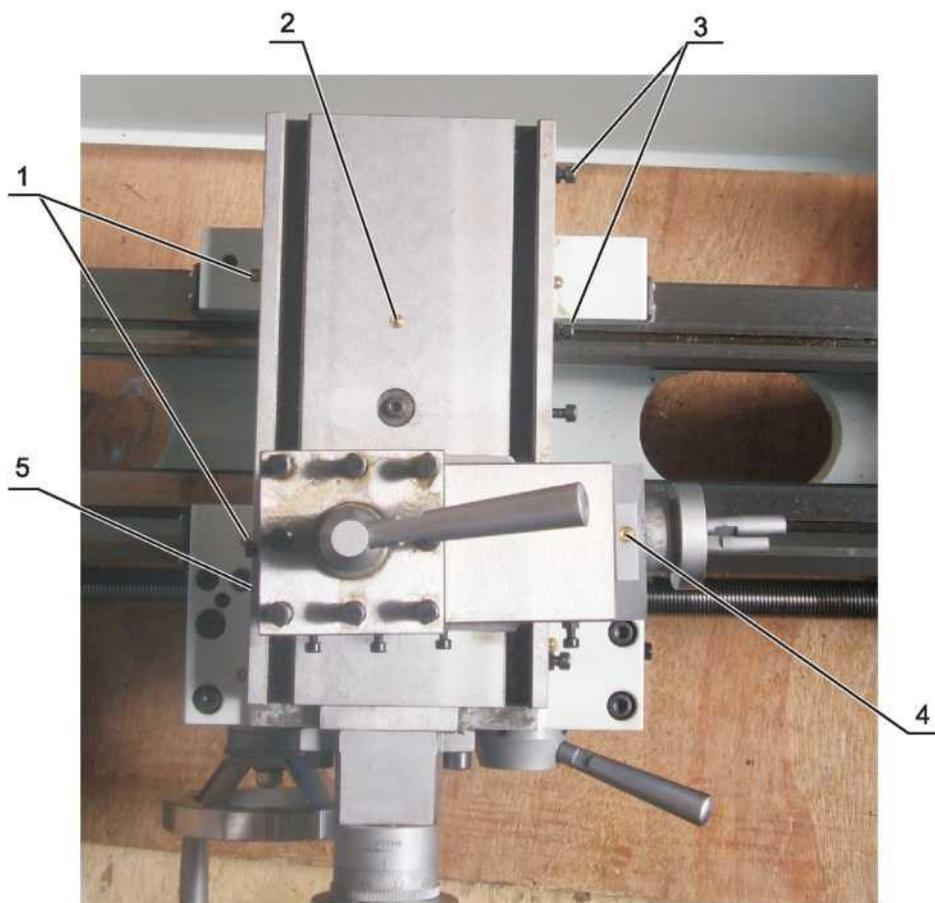

Рисунок 9
8.3 Смазку направляющих суппорта производите ежедневно через четыре смазочных отверстия 1 (рисунок 9) жидкой смазкой.
8.4 Смазку гайки ходового винта поперечных салазок производите ежедневно через смазочное отверстие 2 (рисунок 9) жидкой смазкой.
8.5 Смазку верхних салазок производите через смазочные отверстия 4 и 5 (рисунок 9) жидкой смазкой.